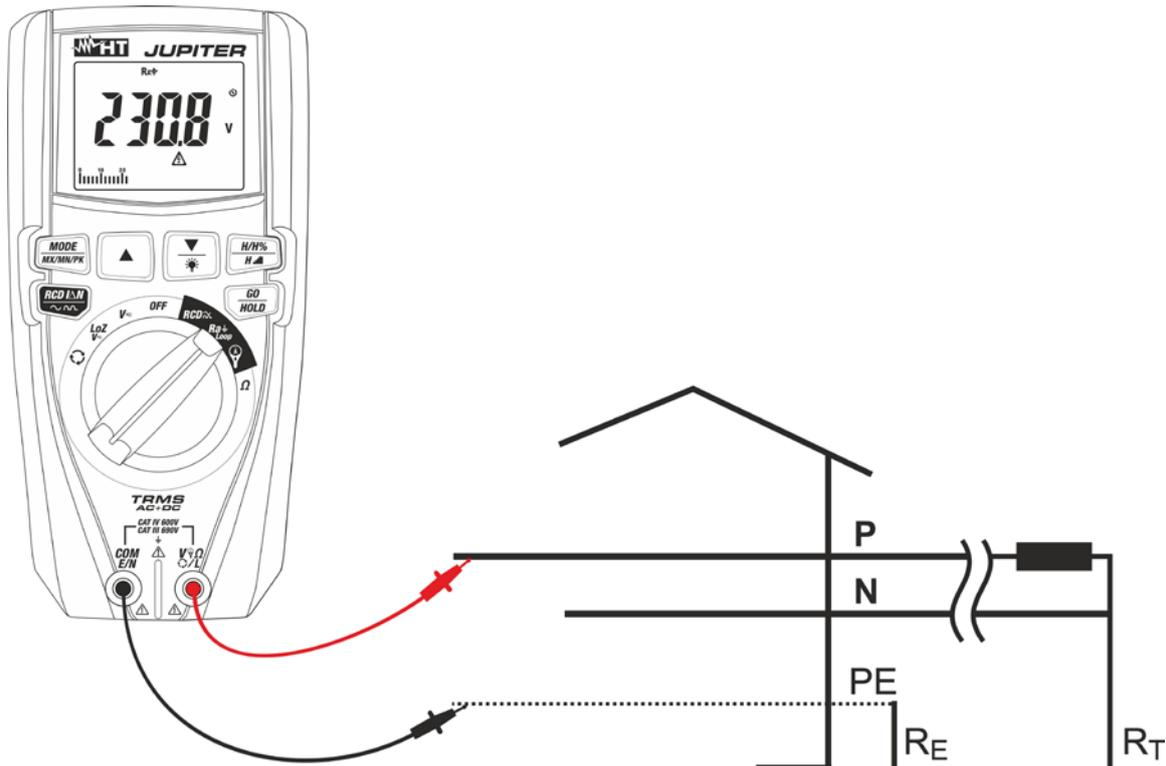

Fig. 24: Uso do instrumento para medir a impedância Loop L-PE com ponteiras
6. **Para medição do Loop L-PE** no caso de usar ponteiros de medida inserir o condutor vermelho no terminal de entrada  $V_{\Omega L}$  e o condutor preto no terminal de entrada **COM/E/N** e ligar o instrumento à instalação em exame (ver Fig. 24). O valor da tensão Fase-Terra é apresentado no display.